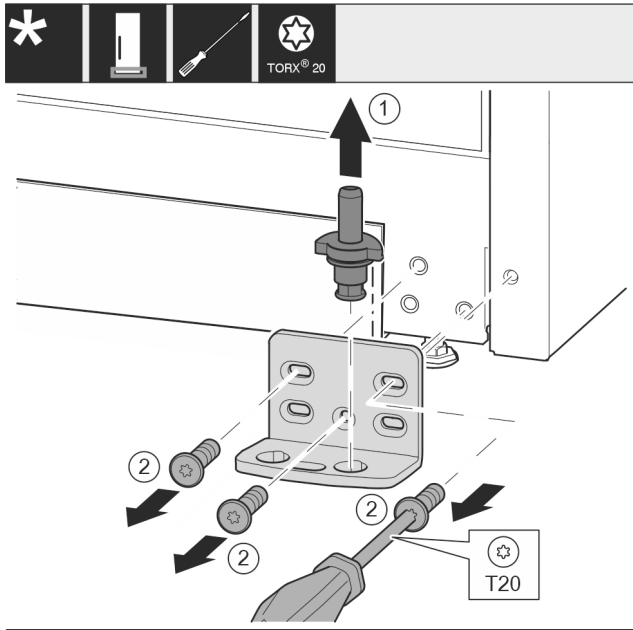

Fig. 12
- Lagerbolzen komplett nach oben herausziehen. Fig. 12 (1)
- Schrauben mit Schraubendreher T20 herausdrehen und Lagerbock abnehmen. Fig. 12 (2)